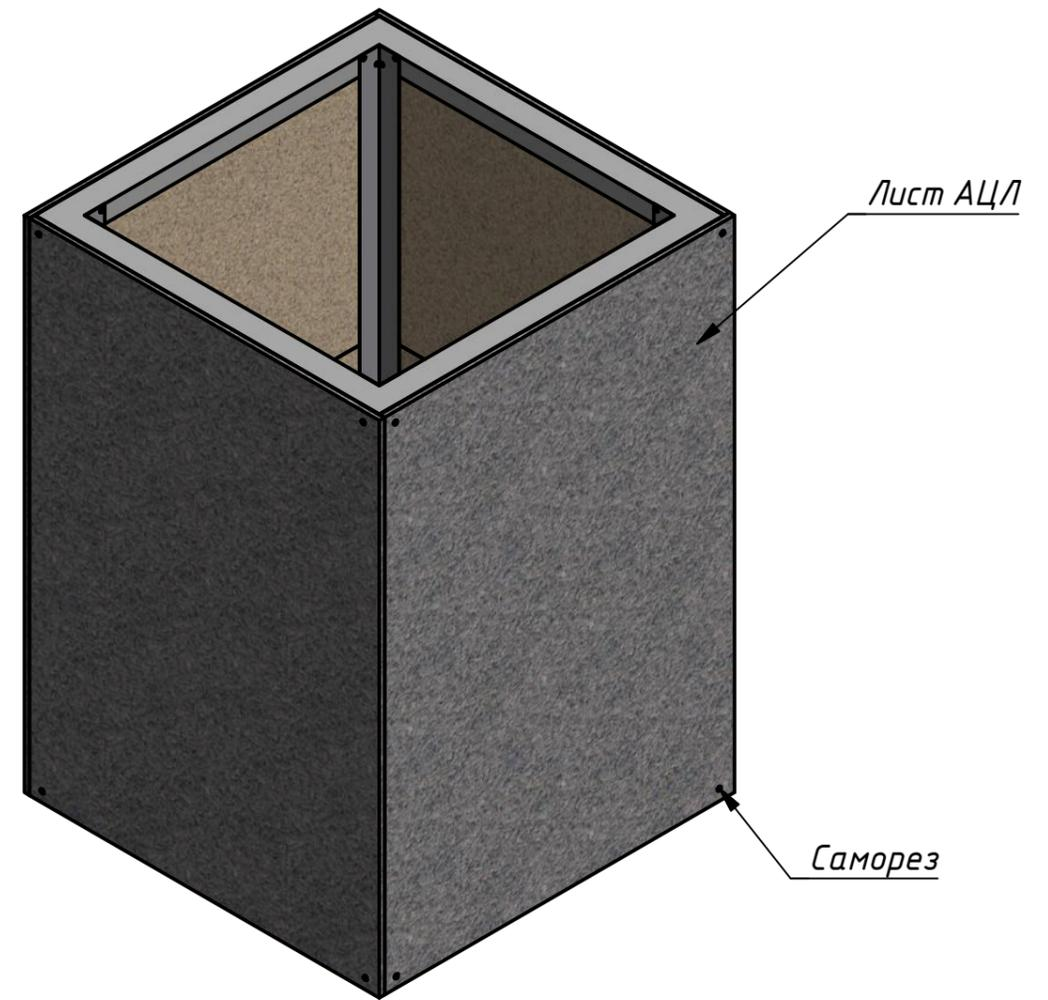

Рис.6
4.1.5. Полученную конструкцию с наружной стороны облицовать листами АЦЛ (ЦСП) (рис.6)